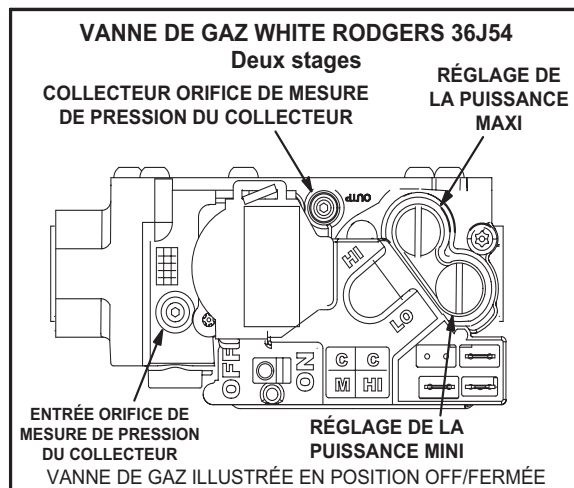

FIGURE 1
- 5 - Mettre l'interrupteur de la vanne de gaz sur **OFF/FERMÉ**. Voir Figure 1, Figure 2 ou Figure 3.
- 6 - Attendre cinq (5) minutes pour s'assurer que tout le gaz a eu le temps de se dissiper. En cas d'odeur de gaz, **ARRÊTER!** Appeler immédiatement le fournisseur du gaz depuis un voisin et se conformer à ses instructions. S'il n'y a pas d'odeur de gaz, passer au point suivant.
- 7 - Mettre l'interrupteur de la vanne de gaz sur **ON/OUVERT**. Voir Figure 1, Figure 2 ou Figure 3.
Les valeurs de la pression du collecteur sont données au TABLEAU 2. Voir Figure 1 ou Figure 2 pour l'emplacement des orifices de mesure de pression.